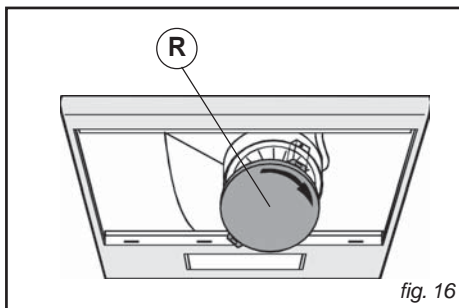

fig. 16
• Utbyte av kolfiltret (Fig. 16)